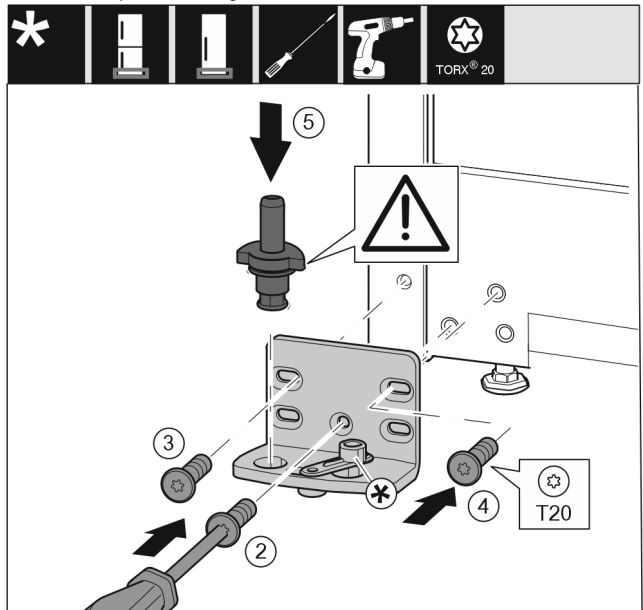

Fig. 16
- ▶ Sätt på lagerbocken på andra sidan och skruva fast den med hjälp av en skruvmejsel T20. Börja med skruv 2 längst ner i mitten. *Fig. 16 (2)*
- ▶ Dra åt skruvarna 3 och 4. *Fig. 16 (3,4)*
- ▶ Sätt in lagerbulten helt och hållet. Se till att låskammen är vänt bakåt. *Fig. 16 (5)*